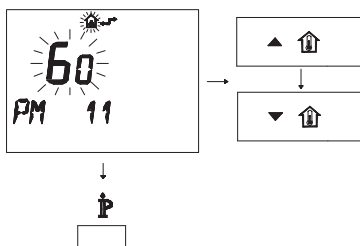

Figura 5.50
- Per modificare il SET programmato agire sui pulsanti ▲ \mathbb{H} o ▼ \mathbb{H} e aspettare che il numero programmato cominci a lampeggiare (Figura 5.50). Ogni passo incrementato o decrementato corrisponde a 1 secondi.